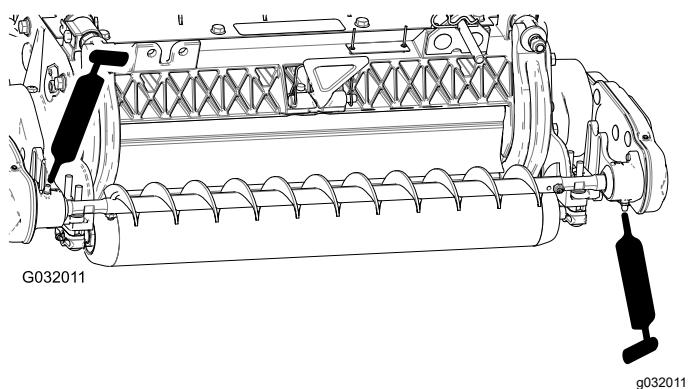

図 19
4. 左右のローラーブラシベアリングハウジングのグリス注入部から、No.2リチウム系汎用グリスを注入する図 19。はみ出したグリスはふき取る。特にエクスクラーダ・シールの周囲に残さないこと。